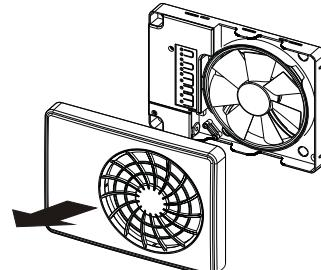

Fig. 4
4. Ta av frontdeksel ved å vippe fronten over sneppfestene i bunn eller topp. Fig 4.